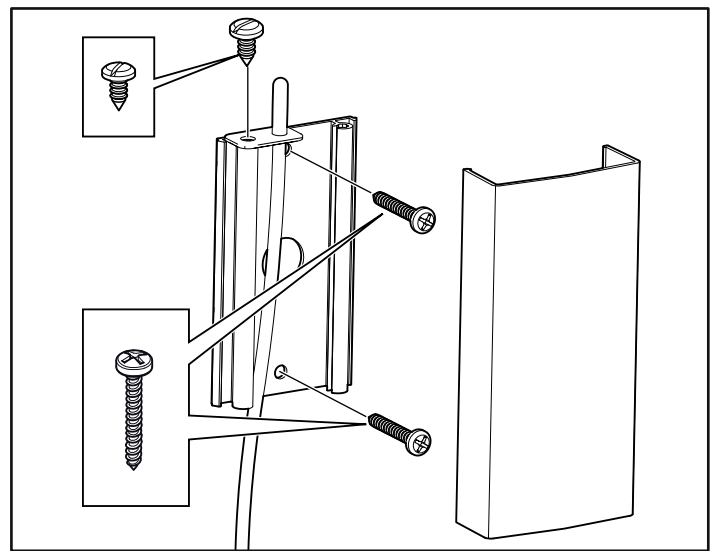
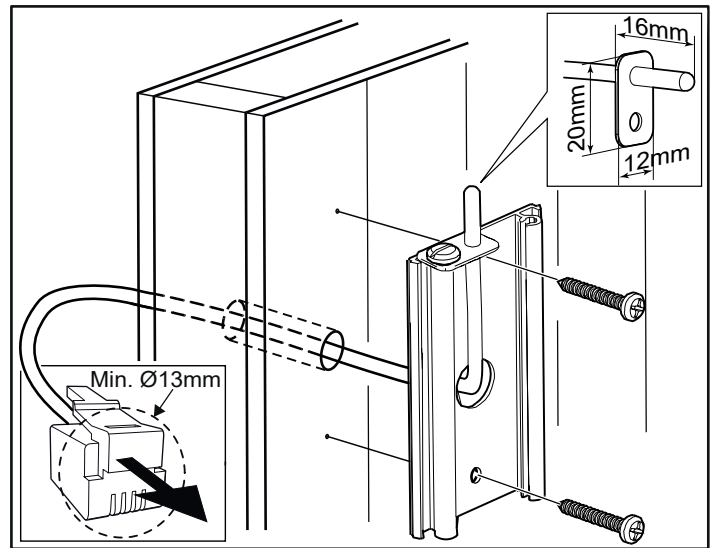

Figure 16 : Installation de la sonde
Figure 17 : Raccordement à travers la cloison.
11. Installez la sonde sur le mur (voir figure 16). Le fil de la thermistance peut également être passé dans le mur. Bouchez tous les trous dans le mur derrière la sonde (voir figure 17). Le fil de thermistance peut être prolongé à l'extérieur du sauna à l'aide d'un fil à basse tension (2 pôles).